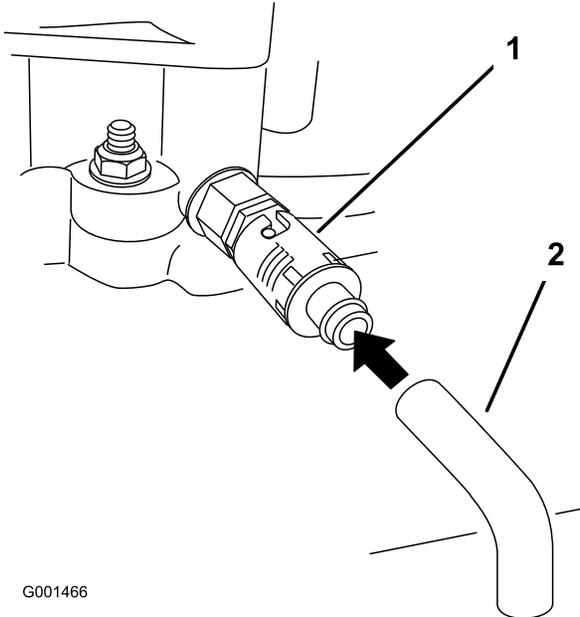

Figure 31
6. Tournez le robinet de vidange pour permettre à l'huile de s'écouler (Figure 31).
8. Enlevez le flexible de vidange (Figure 31).